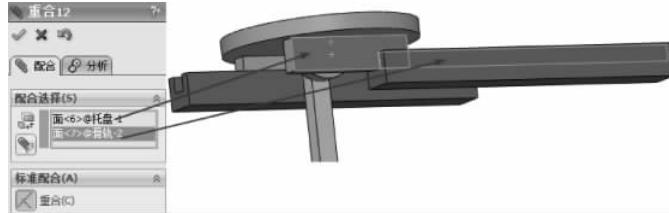

图 3-188 重合配合
(20) 继续配合约束,选择【标准配合】选项组下的【重合】配合类型  ,在【要配合的实体】选择框  中选择如图 3-188 所示的面,其他保持默认,单击【确定】按钮  ,完成重合配合。